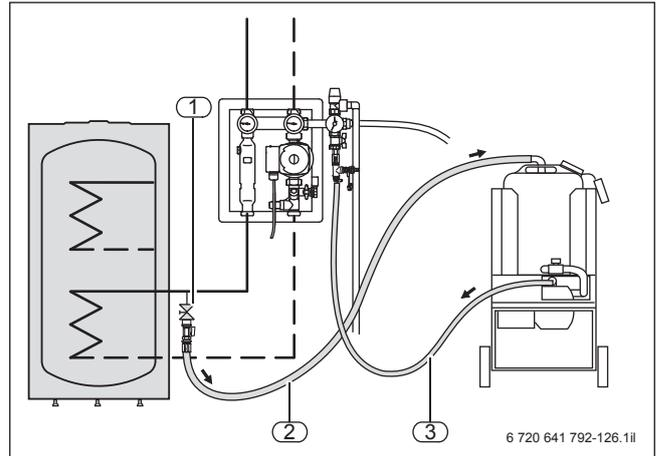

Bild 140 Spülen eines Standardsystems mit einem Speicher Logalux SM, SMS, SMH, P750 S oder PNR(Z)
- ▶ In der Rohrleitung zum Wärmetauscher in der Nähe des Speichers bauseits ein Füll- und Entleerhahn installieren (→ Bild 140).